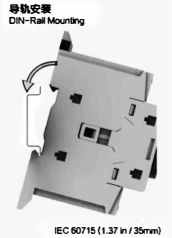

图26 导轨安装简图
7.2.2 导轨安装：确认开关处于断开状态→导轨固定在柜内→按图26所示安装开关